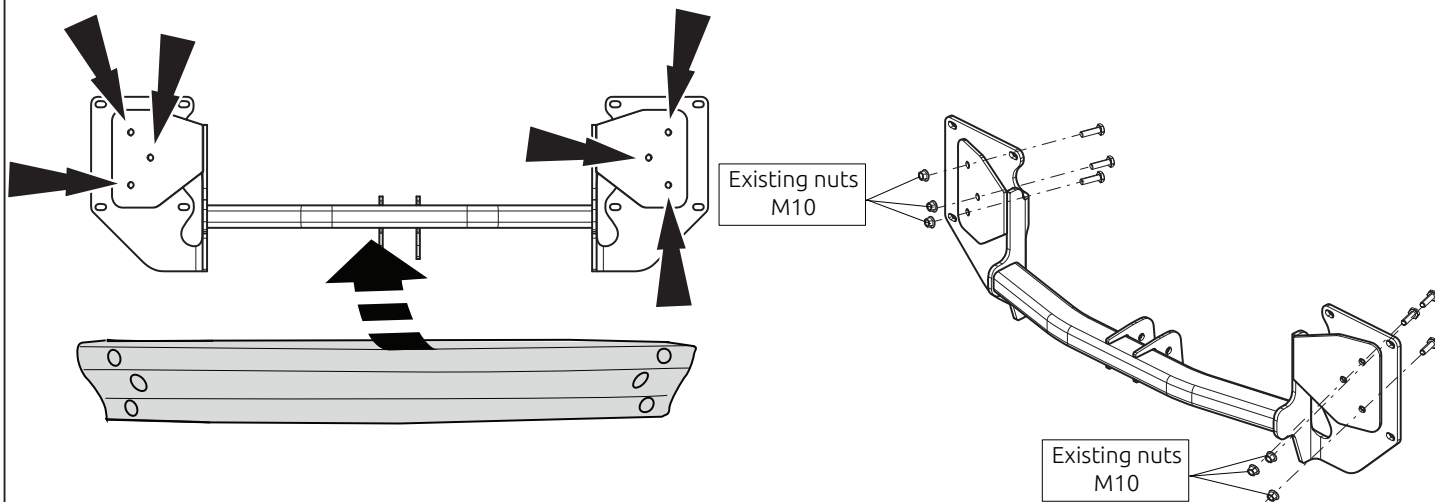

Fig. 2
3. Установить буферный брус в точках A, затянув крепежный материал не до конца. См. рисунок 2.